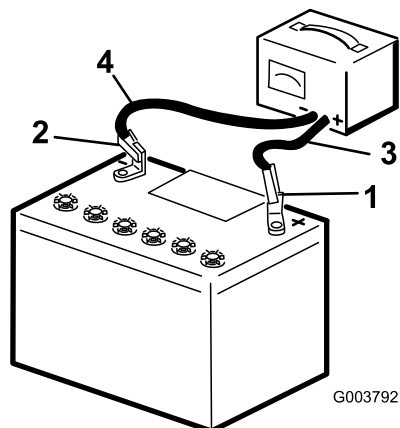

Figura 38
2. Carregue a bateria com um carregador de bateria de 3 a 4 amperes, durante 4 a 8 horas (Figura 38). Não carregue demasiado a bateria.
3. Quando a bateria estiver totalmente carregada, desligue o carregador da tomada elétrica e em seguida desligue os cabos do carregador dos bornes da bateria (Figura 38).